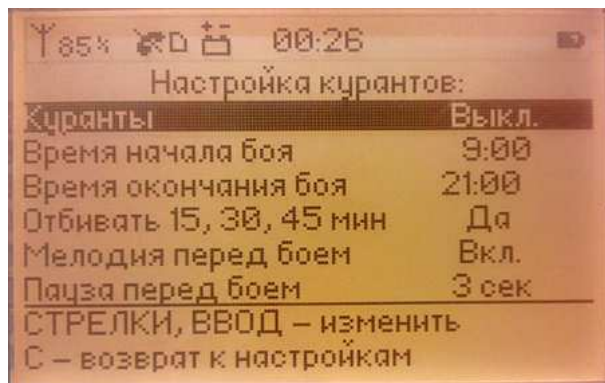

Рисунок 21.
- 6.1.1. В «Меню настроек» выберите «Куранты» и нажмите клавишу **ВВОД**. Вы попадёте в подменю «Настройка курантов» (рис. 21).